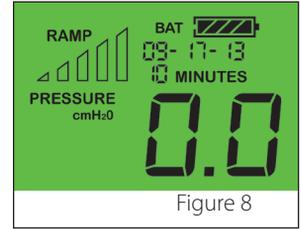

Figure 8
- Après environ 10 secondes, le **Z1** passe en mode de veille. L'écran affiche alors 0.0. (Figure 8)